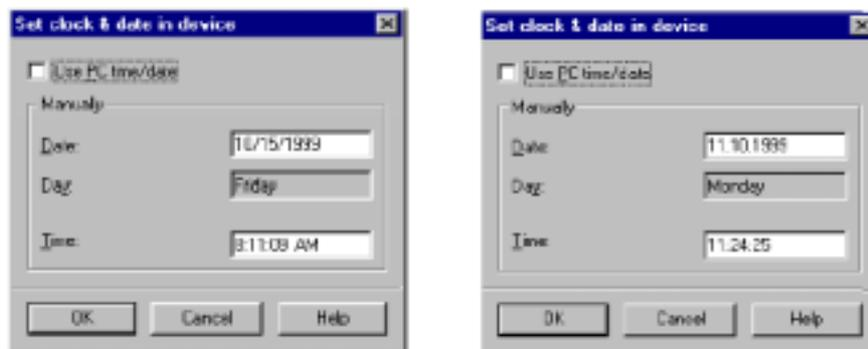

Рисунок 7-33 Диалоговое окно **Set clock & date in device (Установка даты и времени в устройстве)**.
- Введите время и дату. Их формат зависит от региональных установок вашего ПК. См. Рис. 7-33.